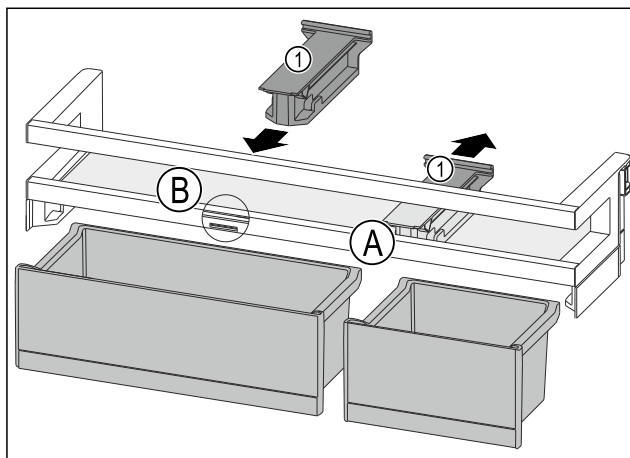

Fig. 116
- Trekk av holdedelen Fig. 116 (1) i posisjon Fig. 116 (A) bakover.
- Sett inn holdedelen Fig. 116 (1) i posisjon Fig. 116 (B).